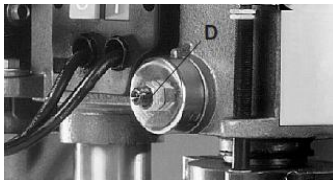

Рис.7
7.5. Регулировка зазора между шпинделем и направляющей осуществляется путём затяжки винта D, см.Рис.7, с дальнейшим его законтриванием. При выборке зазора надо учитывать, что чрезмерная затяжка винта будет препятствовать самопроизвольному возврату шпинделя из нижнего положения в верхнее, поэтому при затяжке винта D надо периодически проверять действие возвратной пружины, см. Рис.7